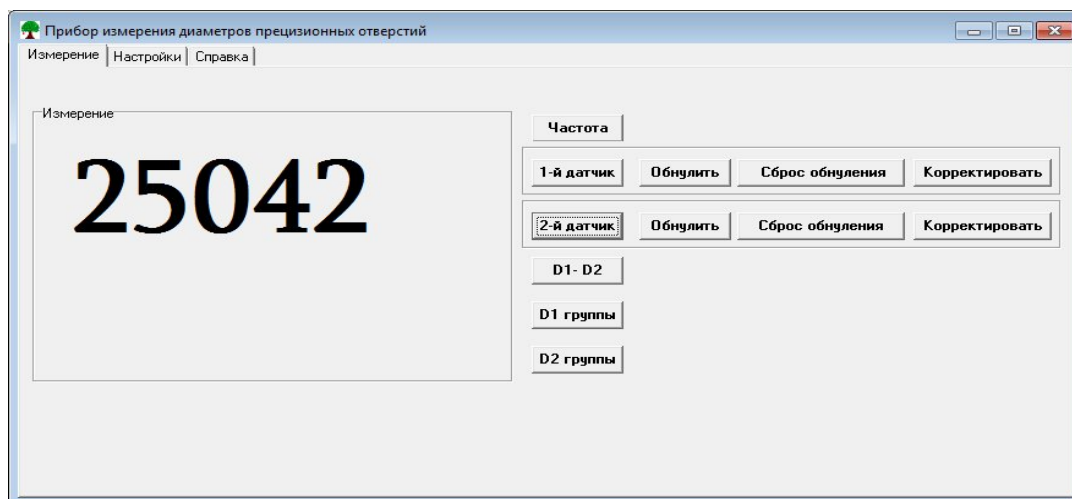

Рис.6.
- 2-й датчик - Рис.6 измерение вторым датчиком геометрических размеров вала (отверстия) , показания выводятся в микронах;